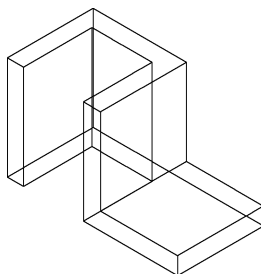

图 12-12 并集运算
(6) 单击“三维工具”选项卡“实体编辑”面板中的“并集”按钮, 将上面绘制的图形合并, 结果如图 12-12 所示。